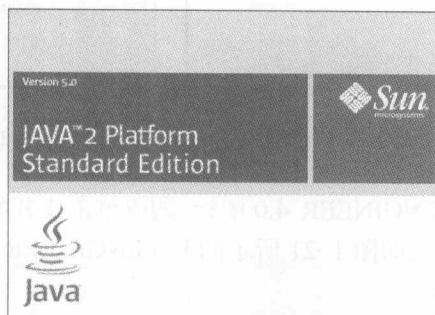

图 1-16 Java 安装欢迎界面
STEP 14 系统弹出 Java 安装欢迎界面，如图 1-16 所示。